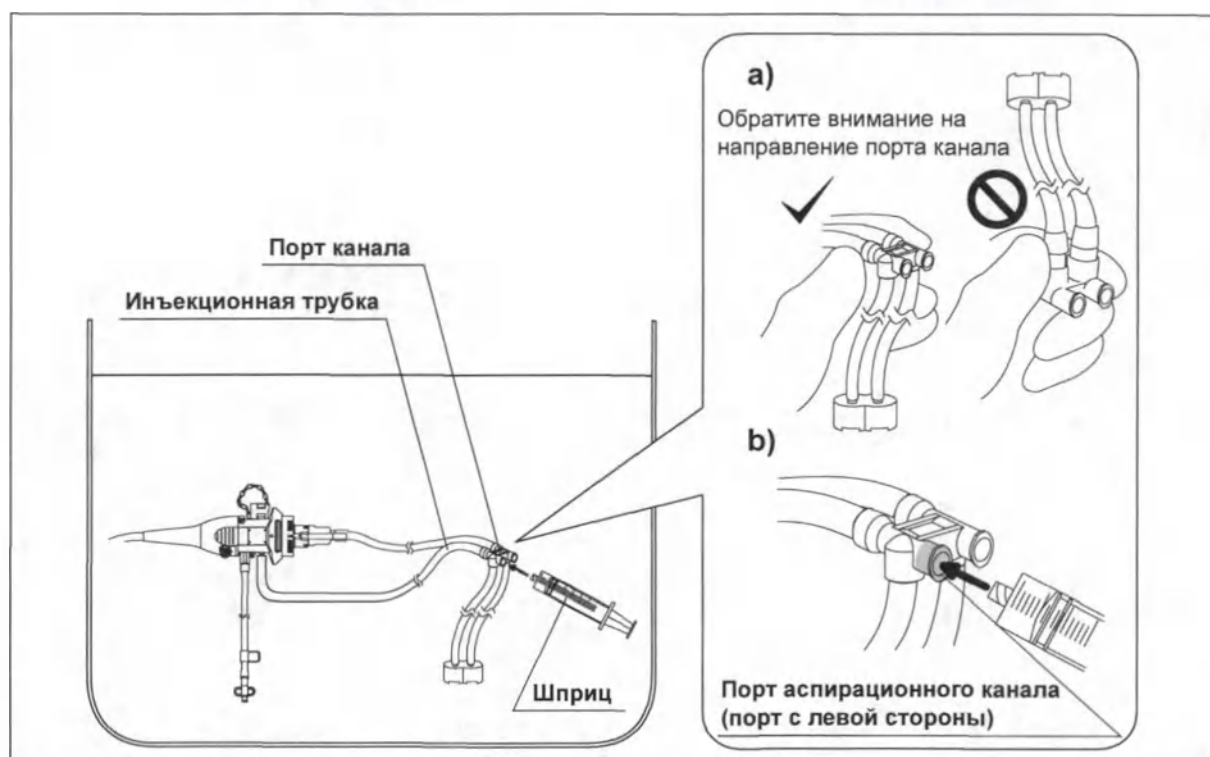

Рис. 5.63
- 3 Присоедините стерильный шприц объемом 30 мл к порту аспирационного канала инъекционной трубки. (см. рис. 5.63)
- 7** Присоедините стерильный шприц объемом 30 мл к порту аспирационного канала инъекционной трубки. (см. рис. 5.63)
- 16** Присоедините шприц к порту аспирационного канала инъекционной трубки. (см. рис. 5.63)